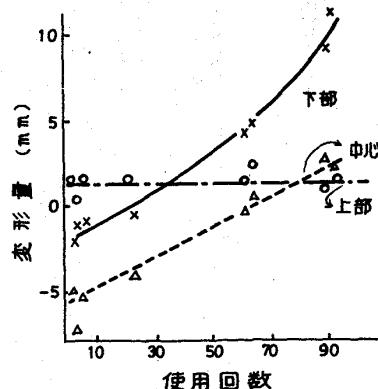
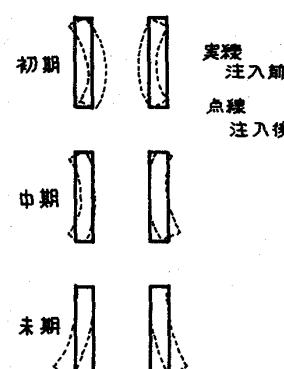

図3 鋳型使用回数と注入10分後の変形量(mm)
図4 変形概念図
3. 測定結果の検討：鋳型中に溶鋼が注入されると、鋳型内面は高温にさらされ、鋳型の内外面の温度差で変形を起すが、図2に示した結果から、鋳型中心部とボトム部の使用回数による変形の差は顕著であり、図3に示す如く、新品鋳型は鋼塊を狭みつける方向に注入開始後挙動している。これを概念的に示せば図4の如くなる。